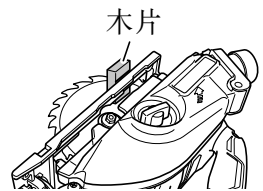

图 23
- (3) 将木片插入锯片底座后端，标记底座位置（图 23）。